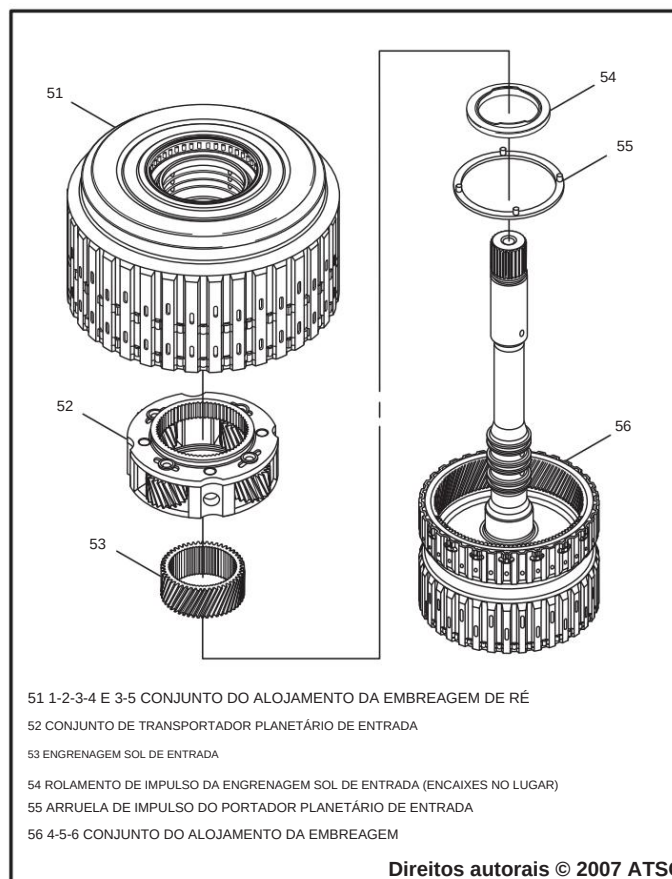

Figura 46
8. Separe todos os componentes removidos, conforme mostrado na Figura 46, e reserve para a seção de reconstrução dos componentes.